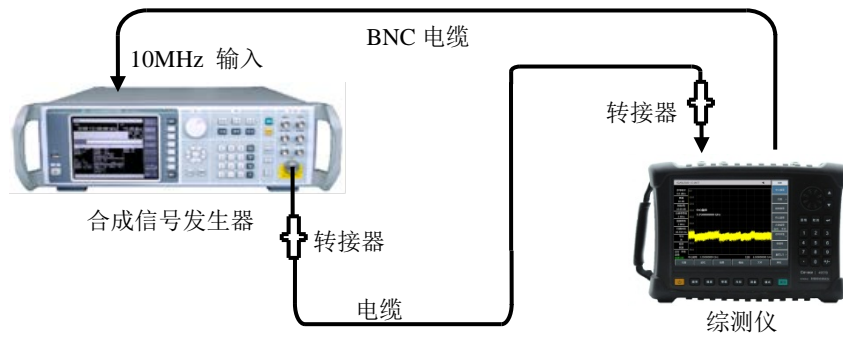

图16-11 边带噪声测试示意图
- a) 如图 16-11 连接测试仪器，综测仪为合成信号发生器提供频率参考。